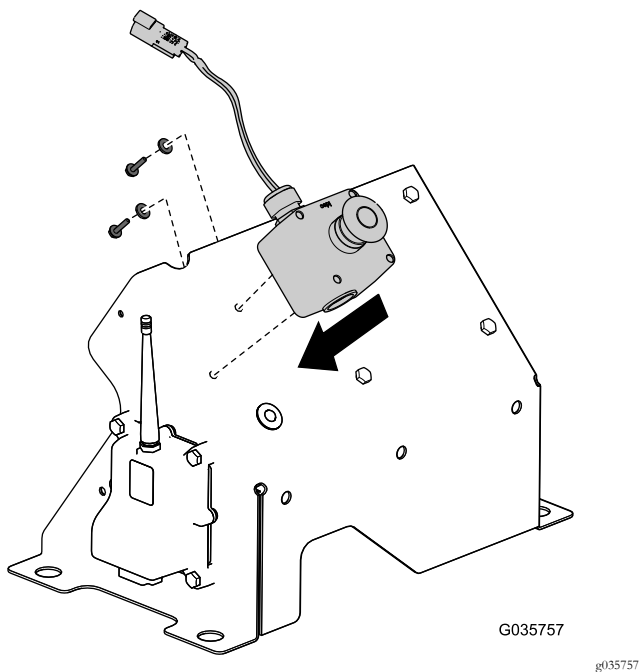

Рисунок 13
13. Установите ранее снятую кнопку аварийного останова в сборе на крышку (Рисунок 13).